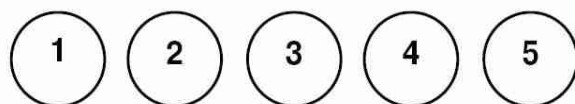

Рисунок 3 – Схема разметки участка дороги для калибровки прибора
- Выберите на дороге сухую и чистую полосу длиной приблизительно 3 м и шириной 1,5 м, разделите на 5 участков и сделайте разметку мелом (рис.3).
Методика построения градуировочной зависимости приведена в «Приложении А» следует проводить в режиме «**Установка нуля**» на участках дороги по схеме рис. 3, с последующим взятием и лабораторным испытанием вырубok (кернов).
В режиме **Установка нуля** установить прибор на дороге в центр размеченного участка 1. Через 10-15 секунд, когда показания  $\Delta U$  на дисплее стабилизируются, записать измеренное значение. Повторить измерения по схеме рис. 3 и рассчитать среднее арифметическое значение показаний  $U_{1cp}$  из пяти измерений.